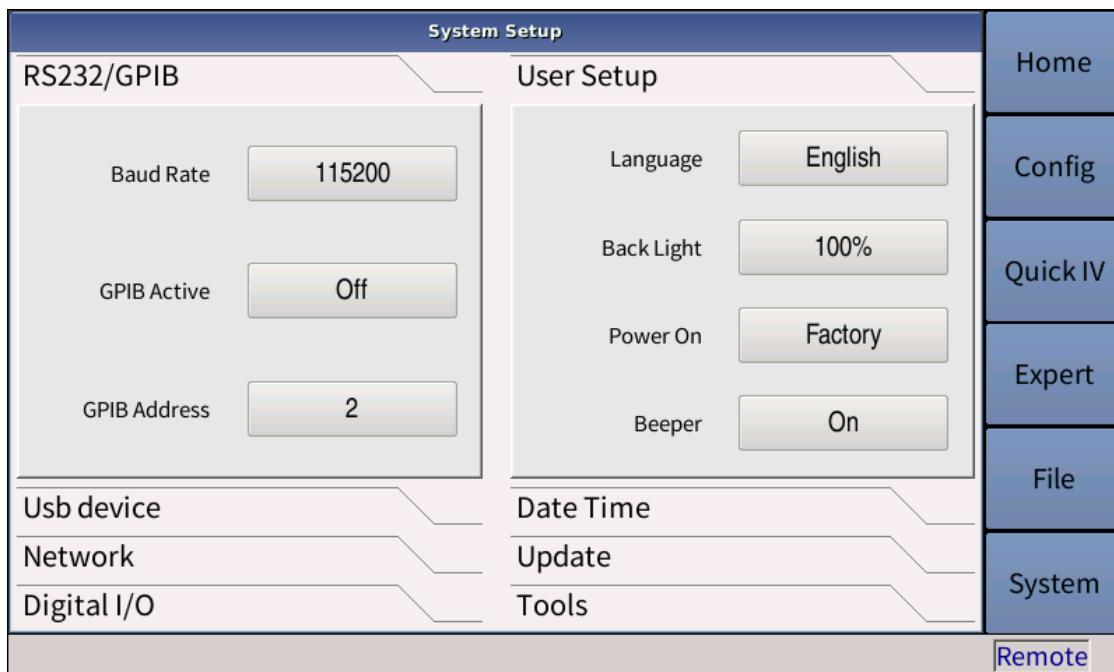

图 4-34 System 设置页面 1
**操作：（见图 4-34）**
**操作：见图 4-34**